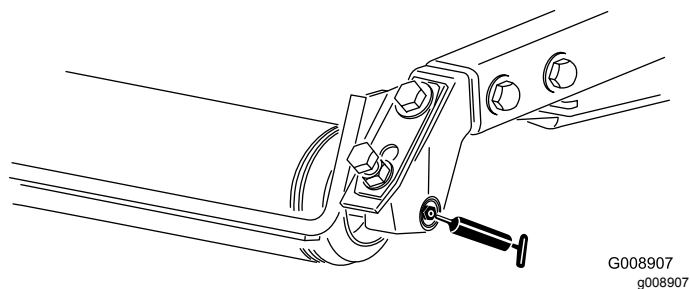

Figure 52
- Roulements de rouleau arrière (2 par plateau de coupe) (Figure 52)